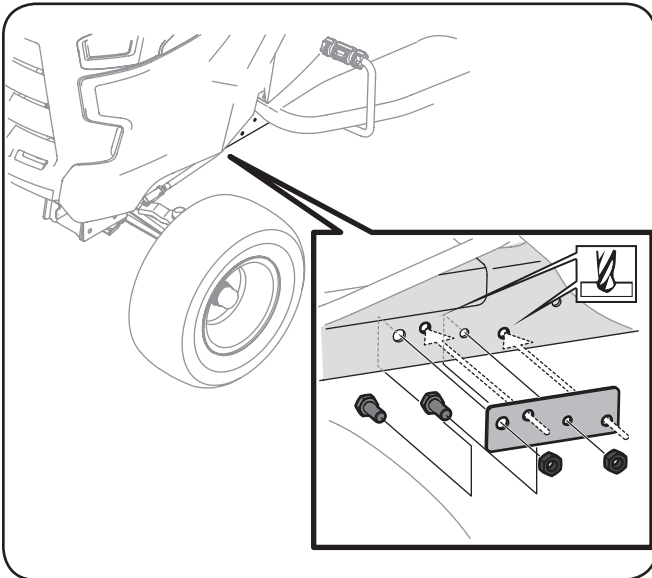

Figura 3-22
16. Se debe alinear la plantilla B del lado izquierdo del tractor y se debe sujetar en su lugar con los tornillos hexagonales y las tuercas del Kit de montaje de la Cabina para nieve/parasol. Consulte la Figura 3-22.
17. Perfore los orificios adecuados con la broca de $\frac{3}{32}$ " que se provee en el Kit de montaje de la Cabina para nieve/parasol. Consulte la Figura 3-22.